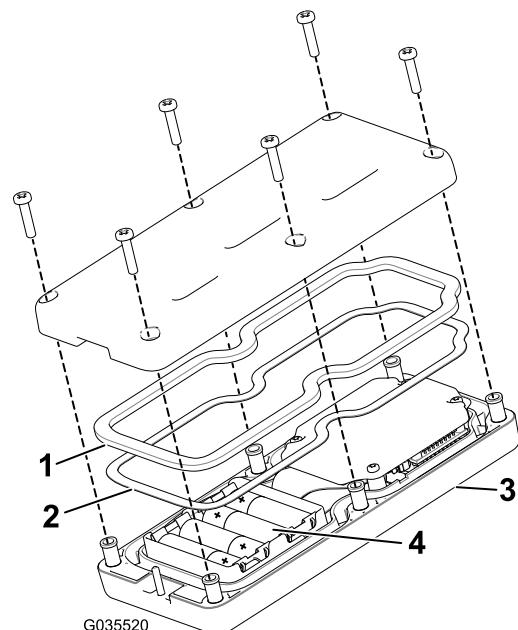

図31
3. リモートの裏側にあるねじ6本を外してカバーを取る(図31)。
5. 新しい電池を入れる向きに注意すること。電池を正しく入れないと、機械が損傷することはないが、操作ができない。電池を入れる箇所にはプラス・マイナスの表示がある図31。
6. ゴム製シールとスチール製のガスケットを外してしまった場合は、これらを注意深く溝にセットする(図31)。
7. カバーを元通りの取り付け、先ほどのねじ6本を使ってカバーを固定し図31、各ねじを1.5-1.7N m 0.15-0.17 kg.m = 13-15 in-lbにトルク締めする。